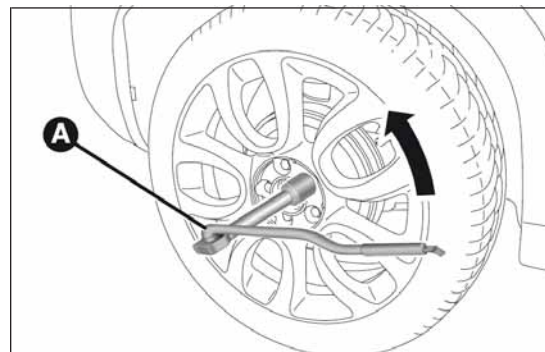

fig. 157
- ❑ tomar la llave A fig. 157 y aflojar una vuelta los tornillos de fijación. Para las versiones con llantas en aleación, mover el vehículo para facilitar la separación de la llanta del cubo de la rueda;
- ☐ introducir la llave A fig. 157 en el gato para extenderlo, hasta que la parte superior B se introduzca correctamente en el larguero C (a la altura de la marca ∇ indicada en el mismo larguero);
- ☐ tomar la llave A fig. 157 y apretar a fondo los tornillos de fijación;